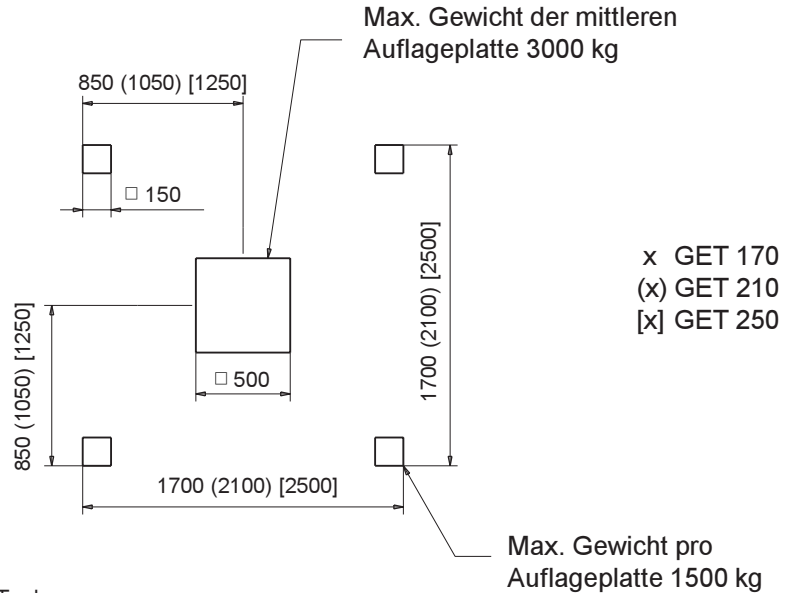

Abb. 28 Aufstellfläche für Gewebe-Tank
- Die Tragfähigkeit des Untergrundes (Aufstellfläche) muss unbedingt ausreichend dimensioniert werden (siehe Abb. 28), da bei voller Befüllung des Gewebe-Tanks hohe Lasten auf die einzelnen Auflagepunkte wirken.